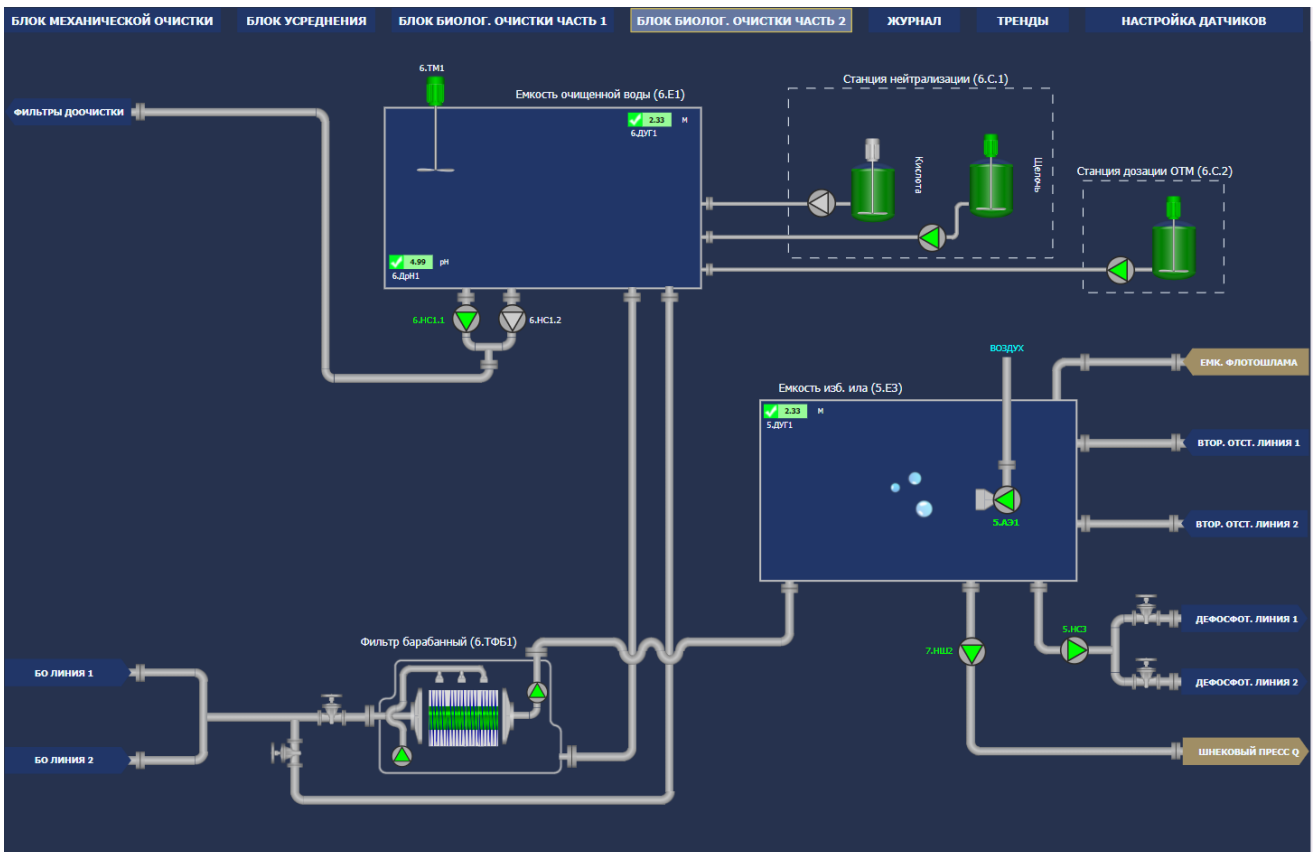

Рисунок 8 – БЛОК БИОЛОГИЧЕСКОЙ ОЧИСТКИ ЧАСТЬ 2
- БЛОК БИОЛОГИЧЕСКОЙ ОЧИСТКИ ЧАСТЬ 2 (см. рисунок 8);